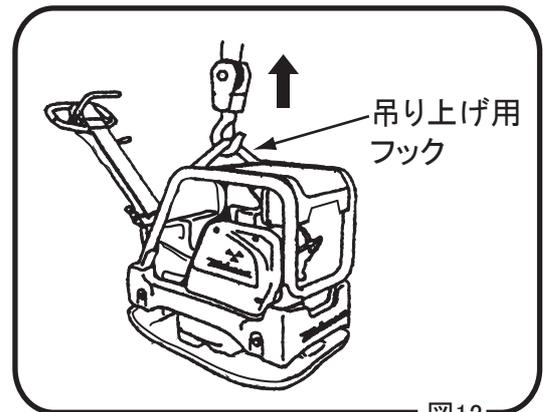

図12
- 3 吊り上げの際は必ずガードフレームのフックに吊り上げ具を引掛けて下さい。(図12)